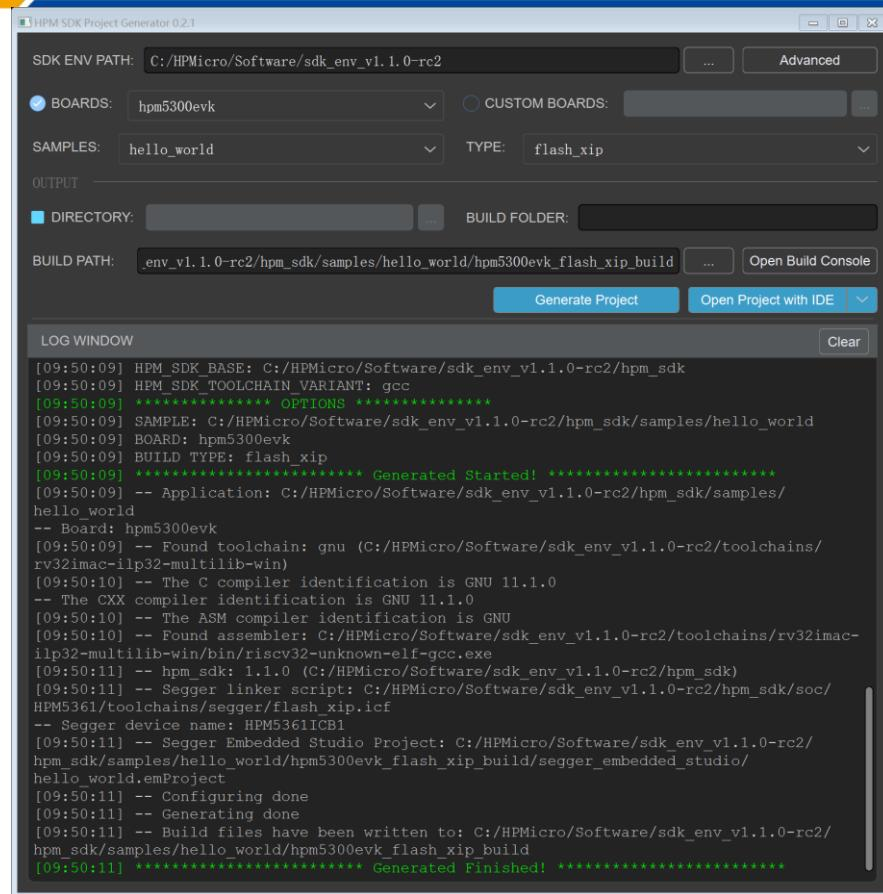

图 21: GUI project generator生成hello_world工程
17. 在GUI project generator界面中的”SAMPLES”下拉列表中选择”hello_world”，在”BOARDS”下拉列表中选择”hpm5300evk”，在”TYPE”下拉列表中选择”debug”。点击”Generate Project”按钮，即可生成debug类型的hello_world工程。如图 21所示。